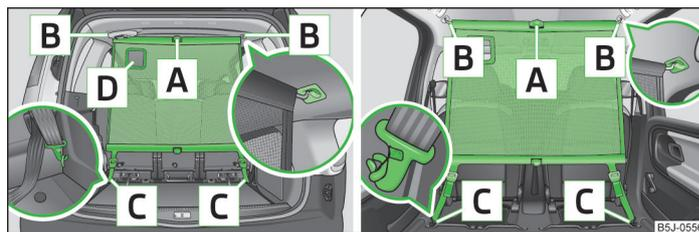

Fig. 48 Utilizar la red de separación detrás de los asientos delanteros/traseros
- Montar la barra transversal en el alojamiento **B** » fig. 48, primero en un lado, y presionar hacia delante. Introducir de igual modo la barra transversal en el otro lado, en el alojamiento **B**.
- Soltar las correas en ambos lados y desenganchar los mosquetón **[C]** » fig. 48.
- Presionar la tecla roja de la articulación **[A]** » fig. 48; ésta se soltará.
La abertura **[D]** » fig. 48 en la red de separación sirve para implementar el cinturón de seguridad de tres puntos de fijación » página 138, *Cinturón de seguridad para el asiento central trasero*.